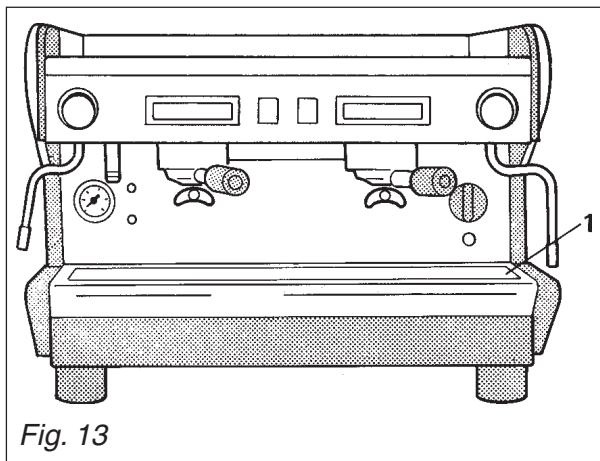

Fig. 13
- Das Tassenstützgitter 1 Abb.13 entfernen, die darunter liegende Wasserauffangschale herausnehmen und reinigen.
- Die Abflußwanne 1 Abb.13 kontrollieren und reinigen; den eventuellen Satzschlamm mit einem Teelöffel entfernen.